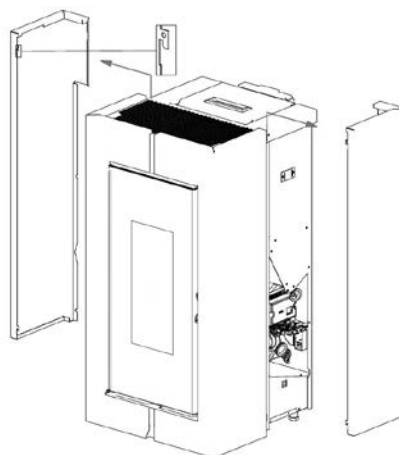

Fig. 58 - Décrocher les flancs
- Décrocher les flancs arrière (voir **Fig. 58**).